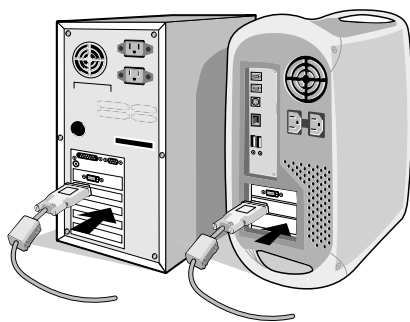

Figura A.1
2. **Per il PC o il Mac con l'uscita digitale DVI:** Collegare il cavo segnali DVI (non incluso) al connettore della scheda video del sistema (**Figura A.1**). Serrare tutte le viti.